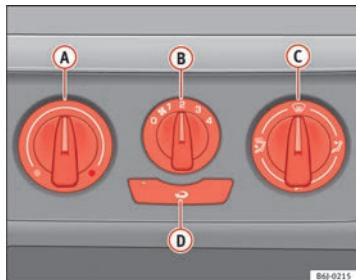

Fig. 91. Mandos de la calefacción en el tablero de instrumentos
- Con los reguladores **A** y **C** y con el mando **B** → fig. 91 se regula la temperatura, la distribución del aire y la velocidad de la turbina.